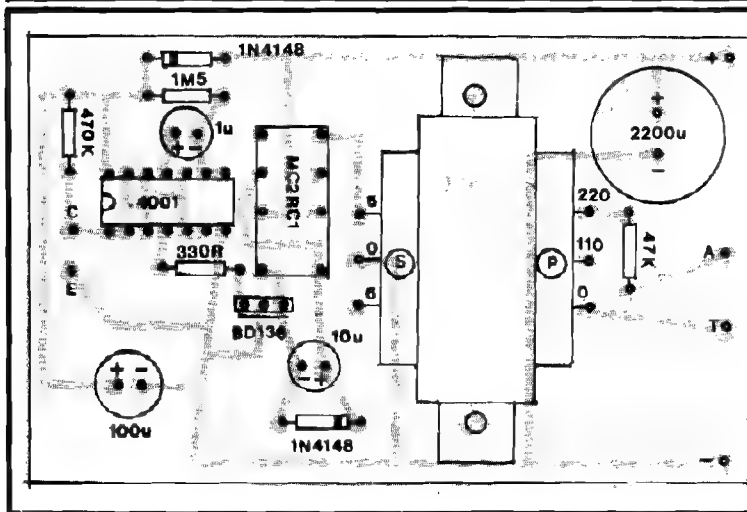

Fig. 3
- FIG. 3 - "CHAPEADO" DA MONTAGEM - O diagrama mostra agora a placa pelo seu lado não cobreado, todas as peças principais já posicionadas, em vista "estilizada"... O componentes cuja inserção de terminais merece maior atenção: